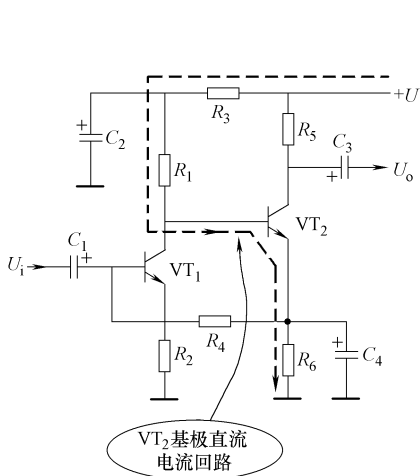

图 11-53  $VT_2$  管基极直流电流回路示意图
2)  $VT_2$  管基极偏置电路。放大器接通直流电源后， $R_2$  给  $VT_2$  管提供基极偏置电压， $VT_2$  有基极电流，有发射极电流，有发射极电压， $VT_2$  管发射极电压经  $R_4$  加到  $VT_1$  管基极，使  $VT_1$  管也获得基极偏置电压， $VT_1$  管有基极电流，这样  $VT_1$  管导通而进入放大工作状态。 $VT_1$  管导通后其集电极直流电压直接加到  $VT_2$  管基极，作为  $VT_2$  管基极偏置电压。如图 11-53 所示是  $VT_2$  管基极直流电流回路示意图。